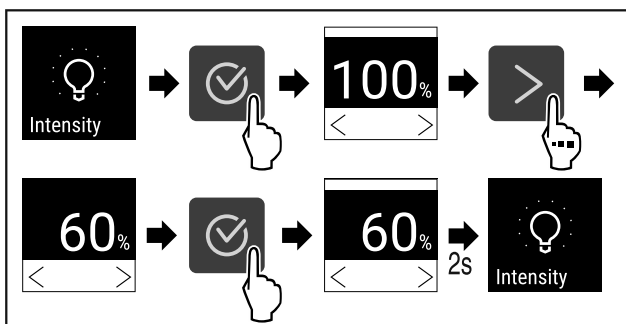

Fig. 71
- ▶ Vykonajte kroky akcie (pozri Fig. 71).